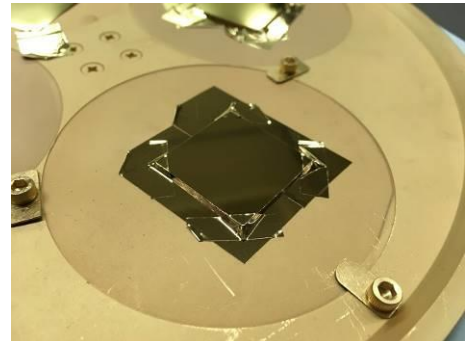

Fig. 1 Au sputtering on glass substrate (step 7).
- ① 基板(ガラス板)を、プラズマアッシャーにより表面処理する。
- ② スピコータを用いて1層目に感光性の無いレジスト(LOR3A)を塗布する。
- ③ スピコータを用いて2層目に感光性のあるレジスト(AZ5214E)を塗布する。
- ④ マスクレス露光装置を用いてレジストにパターンを描写する。
- ⑤ 現像液(NMD-3)を用いて現像する。
- ⑥ UV クリーナを用いて表面を洗浄する。
- ⑦ スパッタ装置を用いて、Au 箔を成膜する。
- ⑧ アセトンを用いてリフトオフする。
- ⑨ ウォーターバス中で Remover1165 を用いてレジストを除去する。
2項の手順に従いガラス板(25 mm×25 mm)、に ITO または Au 電極を描写した(Fig. 1)。今年度試作の結果、手順⑦までは順調に進んだが、手順⑧のアセトンによりリフトオフする部分で、本来はリフトオフされてはならない電極部分まで一部リフトオフしてしまった。来年度においては、電極部分まで一部リフトオフしてしまった結果を考察し、試作を行いたい。